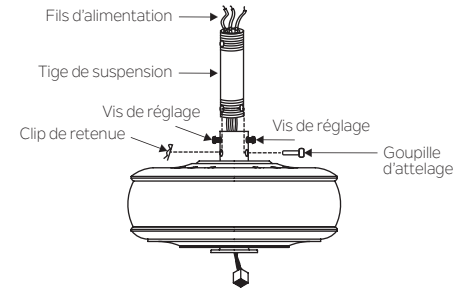

Fig. 8
**Étape 6.** Desserrez les deux vis de réglage et retirez la goupille d'attelage et le clip de fixation de l'accouplement situé au-dessus de l'ensemble du moteur. (Fig. 8)
Ensuite, remplacez la goupille d'attelage et le clip de retenue. Serrez les deux vis de pression. (Fig. 8)